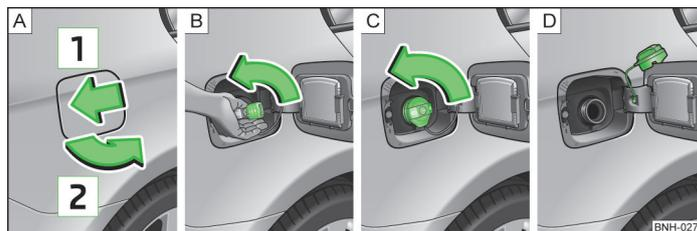

Fig. 131 Tubo de alimentación de combustible
En el lado interior de la tapa del depósito de combustible se indican los tipos de combustible prescritos para su vehículo » fig. 131 de la página 165.
- Presionar la tapa del depósito en el sentido de la flecha 1 » fig. 131.
- Sujetar el tapón del depósito con la mano y desbloquearlo con la llave en el sentido de la flecha » fig. 131 - B.
- Desenroscar el tapón del depósito en el sentido de la flecha » fig. 131 - C.
- Colocar el tapón del depósito por encima de la tapa » fig. 131 - D.
- Enroscar el tapón del depósito en sentido contrario al de la flecha » fig. 131 - B hasta que se oiga que encaja.
- Sujetar el tapón del depósito con una mano y bloquearlo girándolo en sentido contrario al de la flecha » fig. 131 - D y sacar la llave.
- Desenroscar el tapón del depósito en el sentido de la flecha » fig. 131 - [C].
- Quitar el tapón del depósito e introducirlo en el orificio situado en la tapa del depósito » fig. 131 - [D].
- Introducir el tapón de cierre del depósito en el tubo de alimentación de combustible y girarlo en sentido contrario al de las agujas del reloj hasta que quede encastrada con seguridad » fig. 131 - [C].